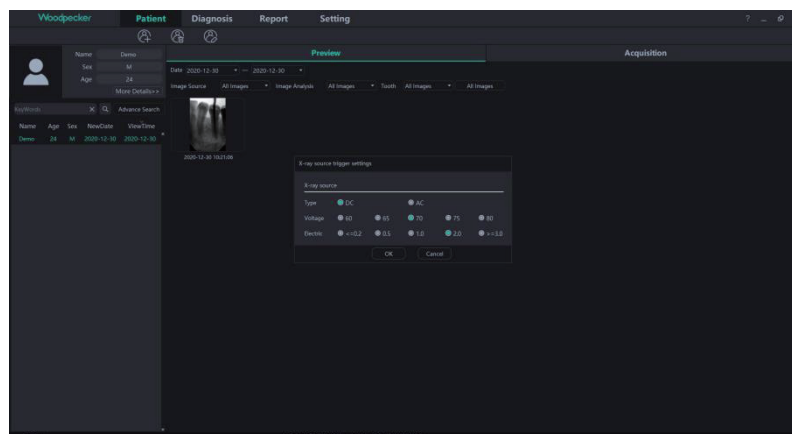

Figure 27
- c) Lorsque le logiciel est utilisé pour la première fois, l'utilisateur est invité à définir les paramètres pertinents de la source de rayons X de la clinique. Les sources de rayons X sont divisées en fréquence de puissance, moyenne fréquence et haute fréquence. Sélectionnez AC (Alternating Current mode) pour la fréquence de puissance et DC (Direct Current mode) pour la moyenne et la haute fréquence. Triggerthreshold est le seuil de déclenchement de la dose de rayons X. La tension et le courant sont définis en fonction des paramètres de la source de rayons X, comme le montre la figure 27 :